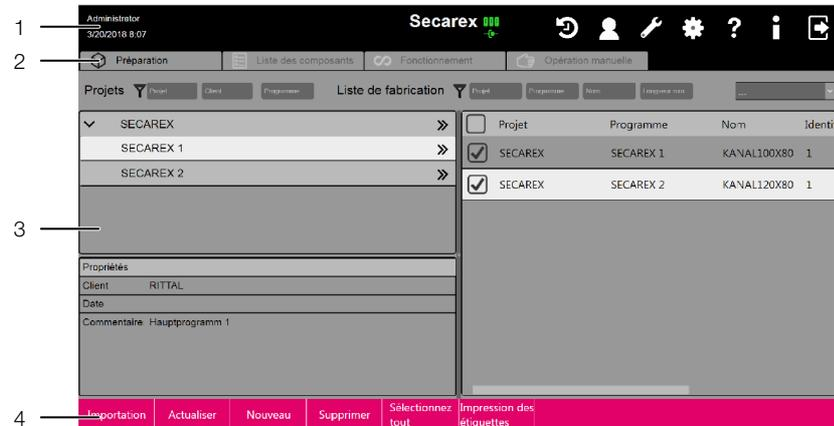

Fig. 6 : conception de l'arborescence des écrans
Avant d'élaborer une liste de fabrication, il faudrait, si on utilise la base de données, d'abord effectuer une actualisation en appuyant sur le bouton de commande « Actualisation » (fig. 6, pos. 4) avant la création d'une liste de fabrication durchgeführt werden. Uniquement dans ce cas, tous les projets contenus dans la base de données sont affichés dans le logiciel Secarex.